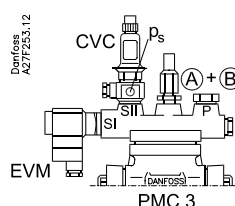

Fig. 9
2. EVM en SI, CVC en SII, bouchon A+B en P: Régulation modulante de la capacité combinée avec fermeture forcée. Voir fig. 9 et 10.
See figs. 9 and 10.